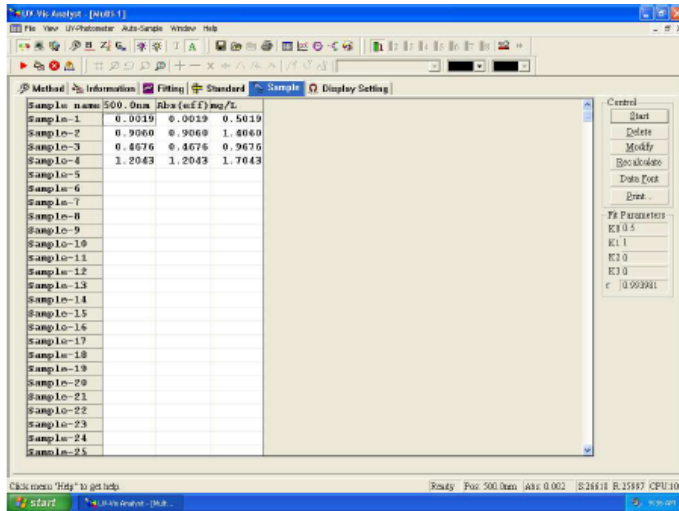

Fig. 4-9
8. Repita los pasos 4-7 para medir el resto de muestras. (Fig 4-9).